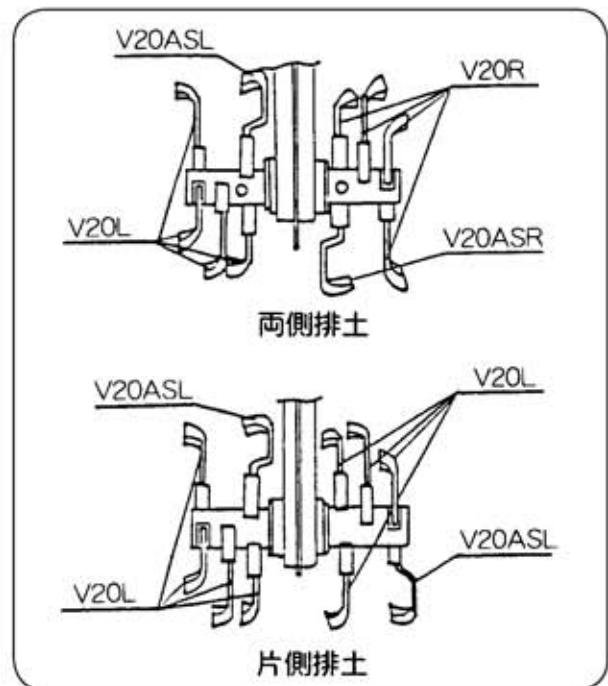

図 52
### (7) 溝堀セット30 (図52)
このセットを使用することにより31cmの溝堀作業ができ、ハウス内のベッド作り片排土を利用して支柱際作業等ができます。耕うん刃の取付けは図52のようにセットしてください。